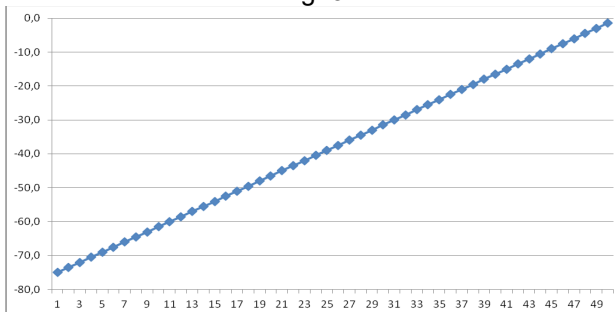

fig. 4
4. Curva #4 – Questa è una curva lineare – in-dB (fig. 4)